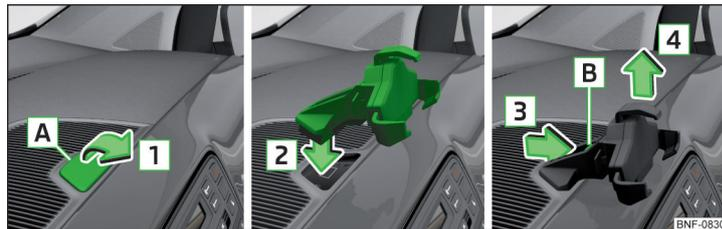

Fig. 76 Retirar panel / Fijar adaptador / Retirar adaptador
- P. ej. insertar una moneda en la cavidad **A** y abrir el panel en el sentido de la flecha **1** » fig. 76.
- Presionar la tecla de desbloqueo **B** en el sentido de la flecha **3** y retirar el adaptador en el sentido de la flecha **4** » fig. 76.